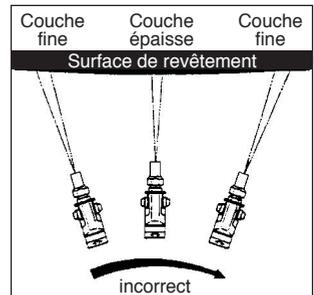

Fig. 21: Ne pas agiter !
- Veillez à la vitesse constante et déplacez le pistolet pulvérisateur parallèlement à la surface à revêtir. Un pistolet pulvérisateur instable entraîne un revêtement irrégulier (Fig. 21).